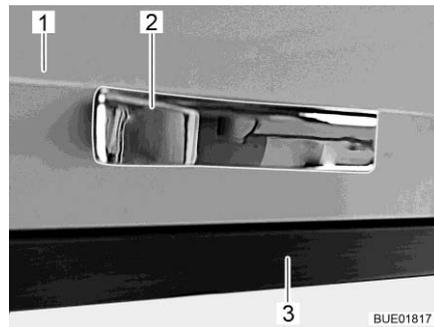

Fig. 73 Trampilla de mueble con desbloqueo por presión
- Presionar la trampilla de mueble (Fig. 73,1) en el tirador (Fig. 73,2) contra el cuerpo del armario (Fig. 73,3). La trampilla de mueble está desbloqueada.